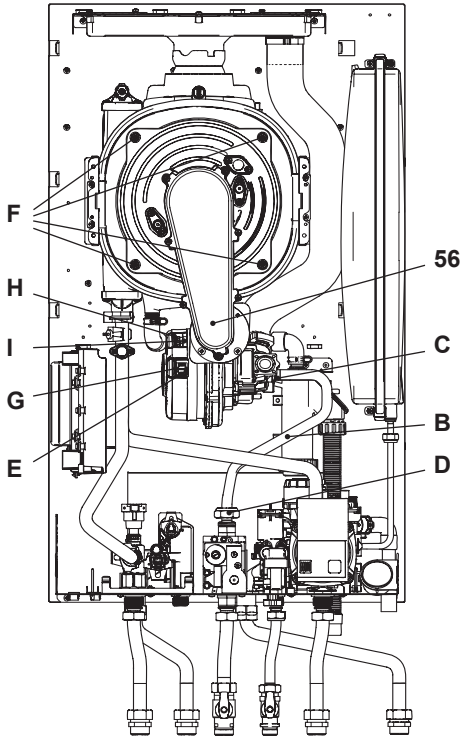

Figura 9.8
Rimozione del gruppo bruciatore ventilatore 56 in Figura 9.8.
- Inserire un cacciavite piano nella rientranza E del connettore G e fare leva verso il basso, contemporaneamente scollegare il connettore G tirandolo frontalmente (Figura 9.8).
premono il gancio in plastica I posizionato nella parte sottostante del connettore (Figura 9.8).
- Svitare i dadi F e rimuovere il gruppo bruciatore ventilatore 56 (Figura 9.8)